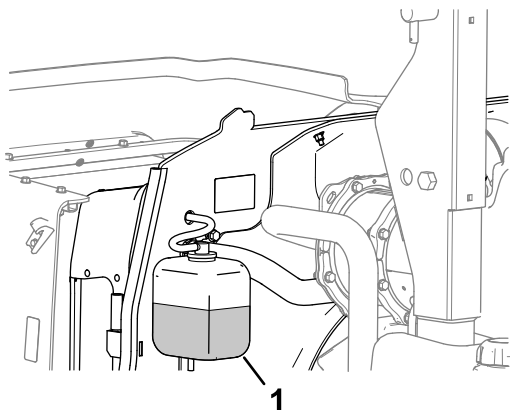

Figure 67
1. Vérifiez le niveau du liquide de refroidissement dans le vase d'expansion (Figure 67).